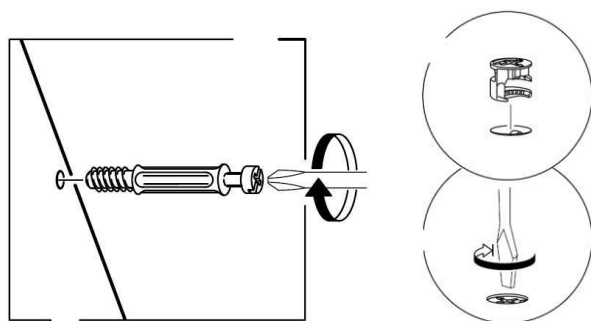

Рис. 1
1. В горизонтальные щиты (25), (26), боковые стенки (17), (18) в имеющиеся отверстия установить эксцентрики таким образом, чтобы стрелка была повернута в сторону отверстия в торце.
В установленные муфты эксцентриковых стяжек на боковых стенках (17), (18), крышке (24) ввернуть дюбели DU 644, в соседние отверстия установить шканты (рис.1).
2. Установить монтажные планки петель на боковую стенку (17) или (18) в зависимости от направления открывания двери с помощью комплектных винтов.